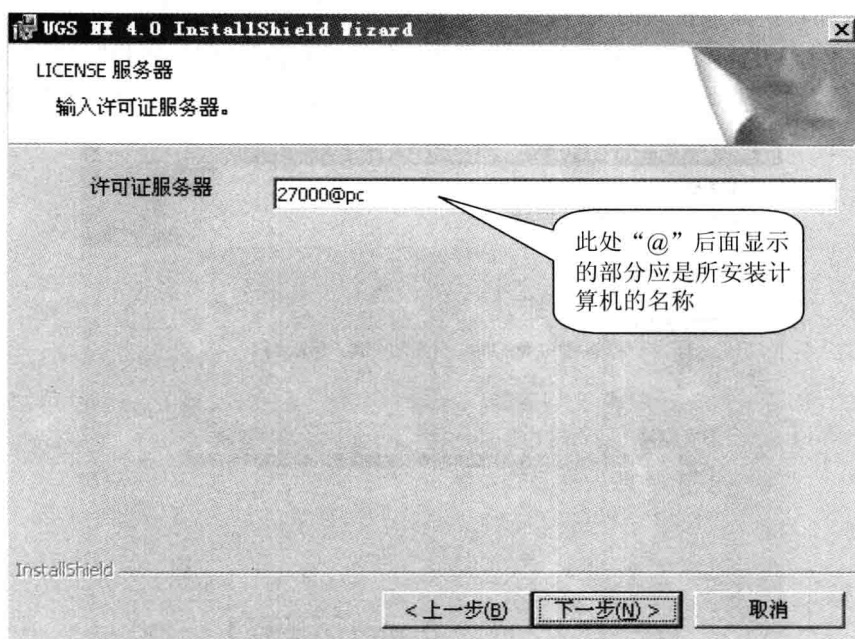

图 1.2.12 软件使用许可安装
(3) 单击“下一步”按钮,弹出如图 1.2.12 所示对话框。在此对话框中,“许可证服务器”文本框中“@”符号后面的部分,如果不是所安装计算机的名称,则说明 LMTTOOLS 没安装好,需要重新安装。